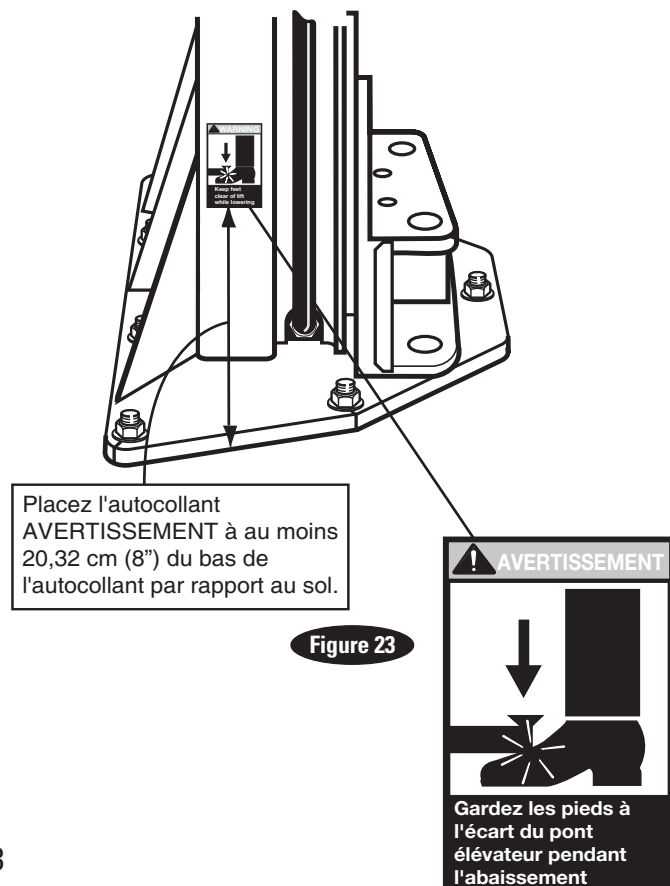

Figure 23
**24. Emplacement de l'étiquette de point de pincement :** Installez les décalcomanies de points de pincement ci-joints. Placez l'autocollant (1) sur chaque colonne, Figure 23.